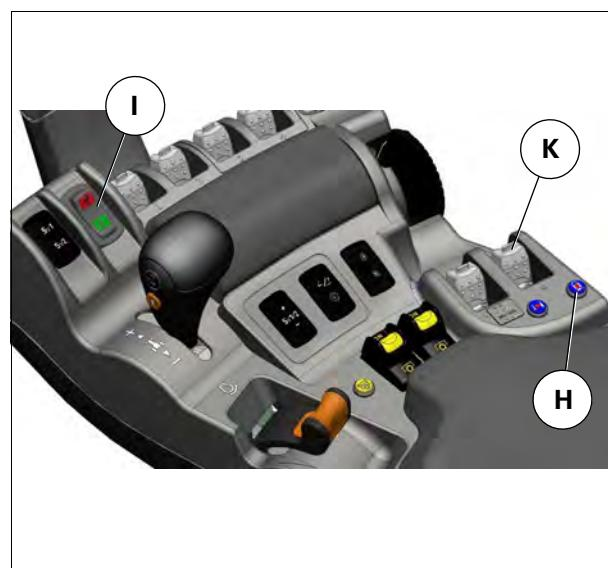

Рис. 9.
ПРИМЕЧАНИЕ: Для использования наружных органов управления необходимо включить сцепное устройство при помощи переключателя (H) рис. 9